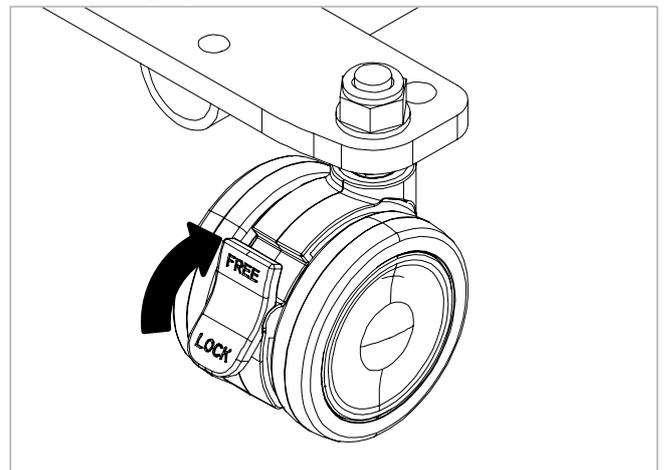

Figure 14.2
2. Pour desserrer le frein, appuyez sur la partie supérieure du levier de frein (repère libre) comme indiqué dans Figure 14.2 jusqu'à ce que le levier se désengage.